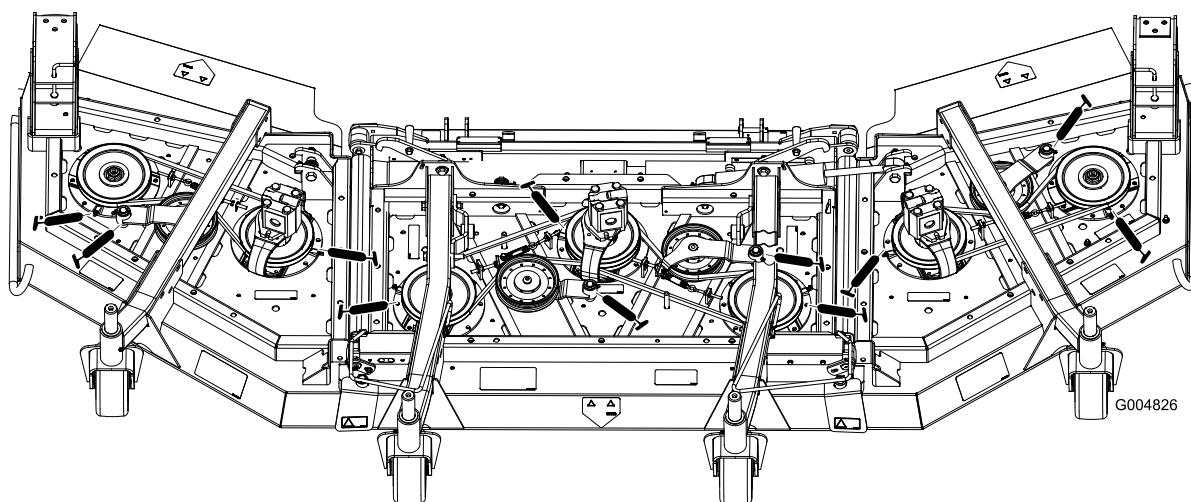

Figura 66
- Rolamentos do eixo (3) (debaixo da polia) (Figura 66)
- Casquilhos articulados do braço intermédio (2) (Figura 66)